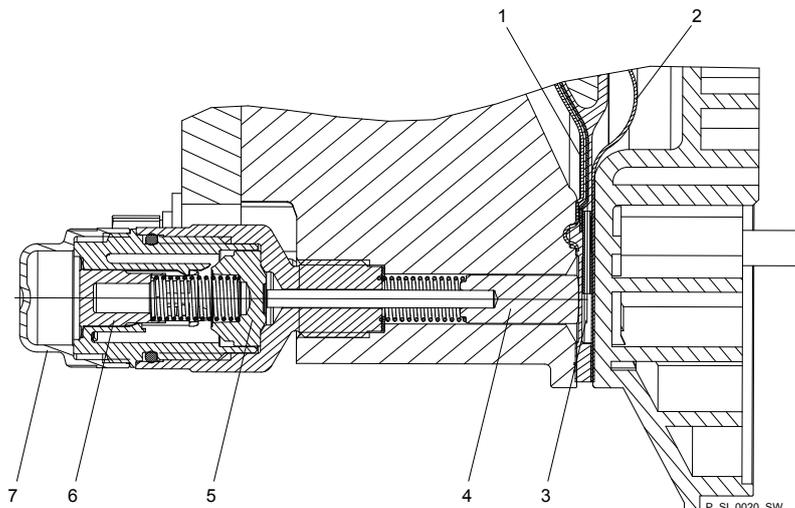

Fig. 34: Vue en coupe de la signalisation de rupture de membrane Sigma (version « capteur visuel de rupture »)
2. Si le piston du capteur de rupture de la membrane – voir Voir la Fig. 34, pos. 4 – devient humide ou encrassé, nettoyer le piston ainsi que l'orifice dans lequel il se déplace.